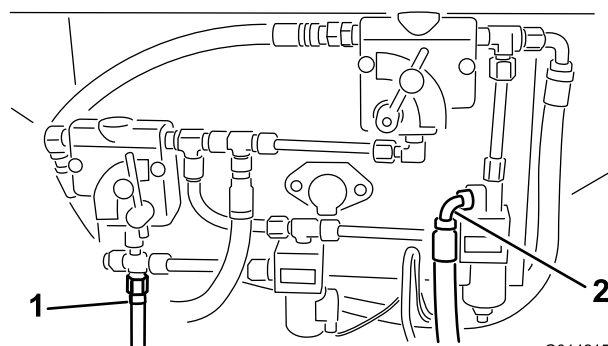
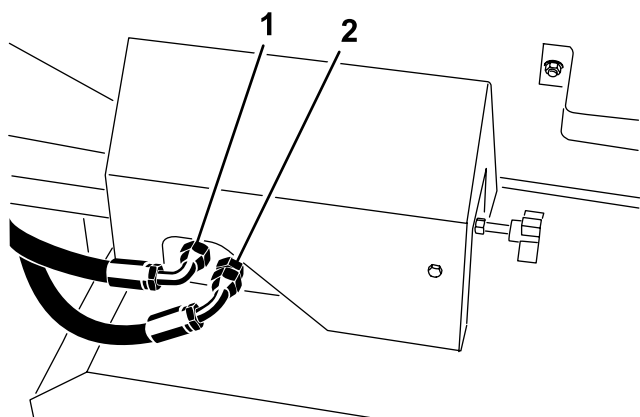

Figure 14
Figure 15
40. Identifiez les raccords de retour et de pression sur le modèle de base du ProPass. Reportez-vous à la **Figure 14** pour les version SH et à la **Figure 15** pour les versions EH.
41. Si des flexibles de pression et de retour sont installés aux emplacements indiqués à la Figure 14 et la Figure 15, déposez-les.
42. Branchez les flexibles hydrauliques au panneau de commande hydraulique. Reportez-vous à la Figure 14 et la Figure 16 pour les versions SH et à la Figure 15 et la Figure 17 pour les versions EH.